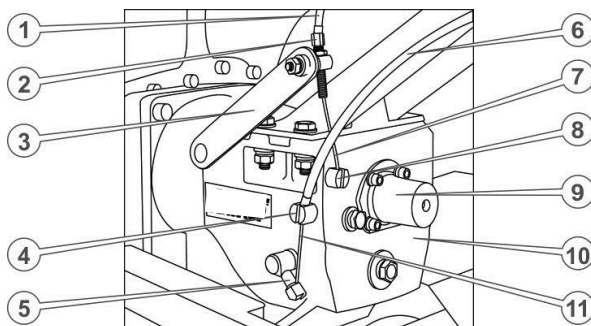

Рис. 10. – Вал відбору потужності
30. Приєднати трос механізму аварійної зупинки двигуна, що йде від важеля на лівій рукоятці керма. Для цього зняти з троса фіксатор і відкласти його в бік, розблокувати клавішу й підняти її вгору, вставити сорочку троса в гніздо корпусу клавіші до упору, вставити трос в отвір регулювального гвинта (див. Рис. 10.), а потім в отвір важелі механізму блокування двигуна, надіти й закріпити фіксуючий затискач.
31. Приєднати трос управління зчепленням, що йде від важеля на лівій рукоятці керма. Для цього вставити сорочку троса в гніздо головки гвинта рукоятки до упору, закрутіть до упору довгий регулювальний болт на кінці важеля зчеплення (див. Рис. 10.), вставити трос в отвір цього регулювального болта й завести кінець троса в паз фіксатора, після чого викрутити регулювальний болт до виникнення натягу троса.
32. Приєднати трос ввімкнення заднього ходу, що йде від важеля на правій рукоятці керма. Для цього вставити сорочку троса в гніздо головки гвинта рукоятки до упору, протягнути трос у паз опори (див. Рис. 10.), долаючи зусилля пружини важіль-гойдалку ввімкнення заднього ходу й завести наконечник троса в паз фіксатора на голівці важеля заднього ходу.